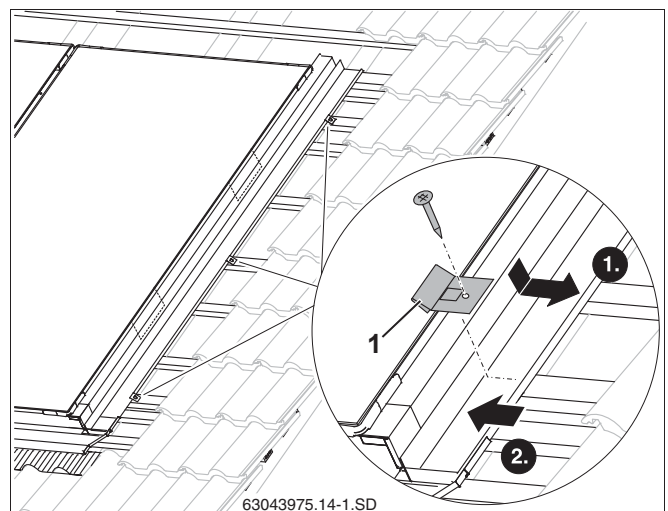

Рис. 50 Крепление бокового накладного листа
- ▶ Уложите прихват (рис. 50, **поз. 1**) в кант бокового накладного листа.